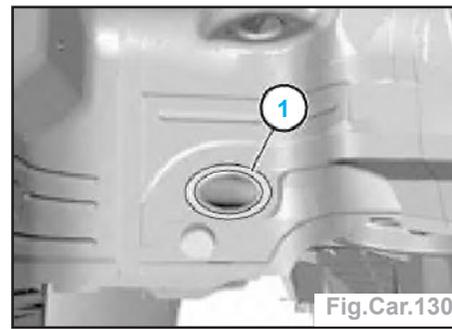

Fig.Car.130
- les cordons de soudure dans la zone (1) à l'intérieur du passage de roue D (Fig.Car.130).
- la zone (1) en bouchon (Fig.Car.130),